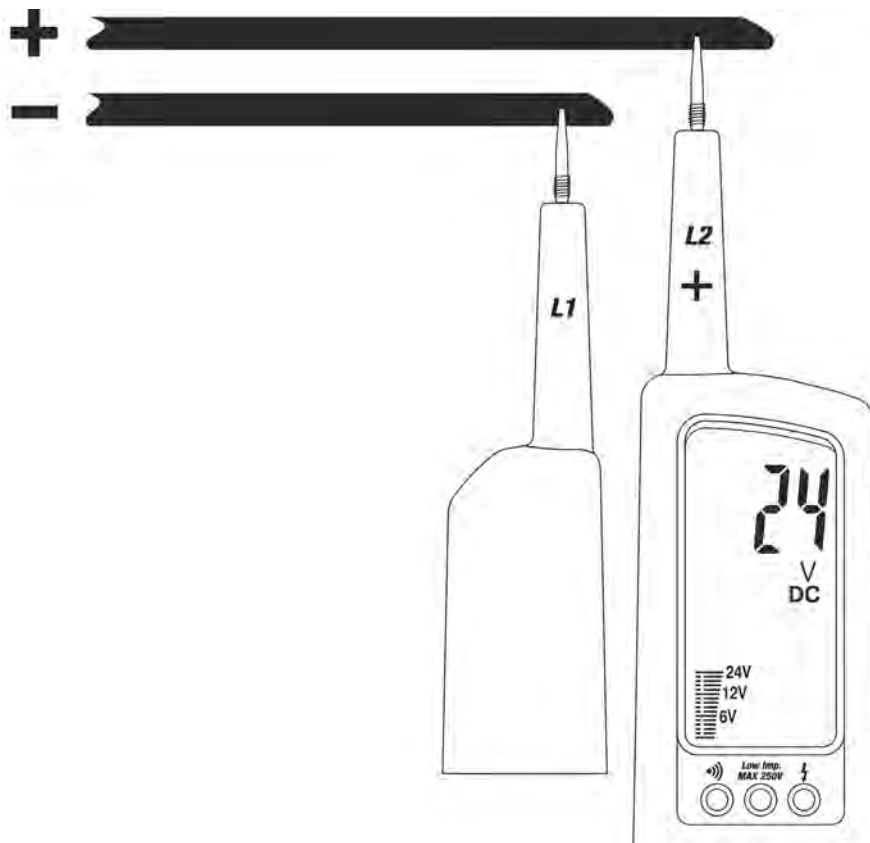

Fig. 2: Misura di Tensione DC
4. Se il LED "-" è acceso significa che la tensione misurata ha polarità opposta a quella del collegamento mostrato in Fig.2